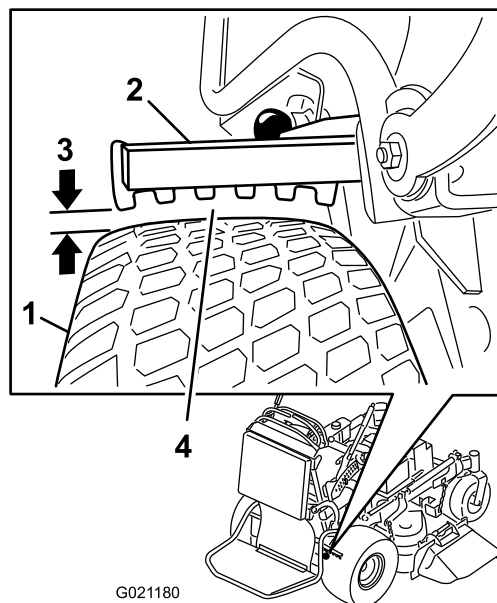

Figure 62
6. Utilisez le côté présentant le plus petit espace, et faites en sorte que la distance se situe entre 3 et 6 mm, comme montré à la Figure 62 ; voir Réglage des freins \(page 47\) quand un réglage est nécessaire.
5. Réglez la chape (Figure 62).